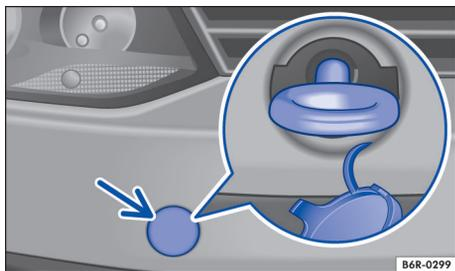

图 136 前保险杠右侧：将牵引环拧入安装孔
前部牵引环拧在前保险杠右侧护盖后的螺纹孔内  $\Rightarrow$  图 136。
- 沿箭头方向按压护盖左侧  $\Rightarrow$  图 136。
- 将牵引环逆时针拧入螺纹孔  $\Rightarrow$  图 136 并尽量拧紧  $\Rightarrow$  。用一个合适的器具（如车轮螺栓套筒扳手），将牵引环牢固可靠地拧入支座中。